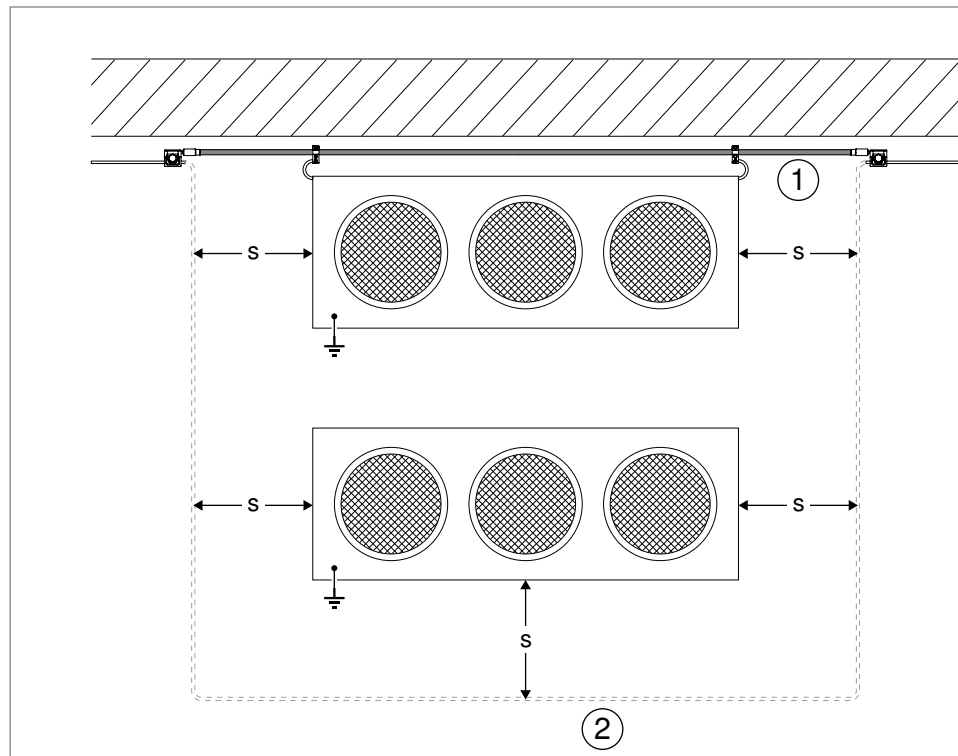

Abb. 65: isCon®-Ableitung in konventionelle Ringleitung einbinden
In Bereichen, in denen eine konventionelle Ringleitung bei Einhaltung des erforderlichen Trennungsabstands (s) (z. B. zu Dachaufbauten) nur umständlich zu installieren wäre (siehe Abb. 65 Nr. ②), lässt sich die isCon®-Ableitung ① in die Masche integrieren, sofern der berechnete Trennungsabstand kleiner als oder gleich dem äquivalenten Trennungsabstand der jeweiligen genutzten isCon®-Ableitung ist.